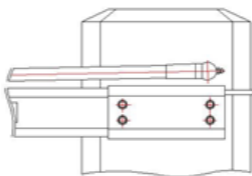
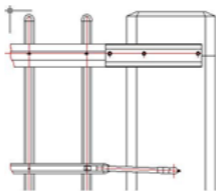

图2-3
图2-4
- 曲臂档杆及栅杆档杆再按图 2-3, 图 2-4 方式按装好拉杆上的连接头；